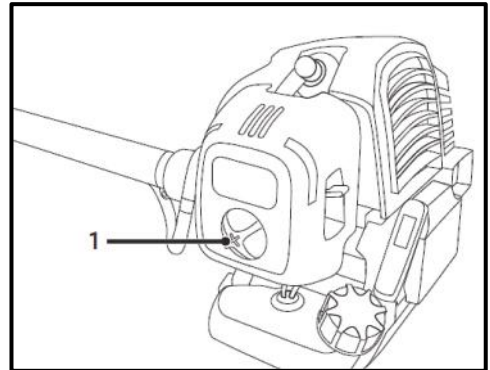

Рис. 41
- Відгвинтіть гвинт (1) фіксації кришки повітряного фільтра (Рис. 41);